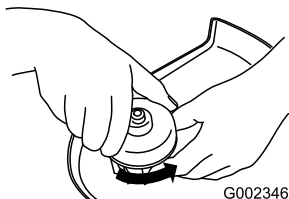

Figura 9
1. Gire la tapa en el sentido contrario a las agujas del reloj para retirarla (Figura 9).